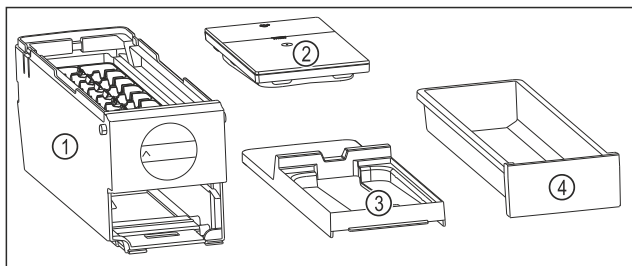

Fig. 138 EasyTwist-Ice:n osat
- ▷ EasyTwist-Ice on jaettu neljään osaan. (katso Fig. 138)
- ▶ Pura EasyTwist-Ice vain kuvissa esitettyihin osiin. (katso Fig. 138)
- ▶ Puhdista EasyTwist-Ice-runko Fig. 138 (1) kokonaisena.